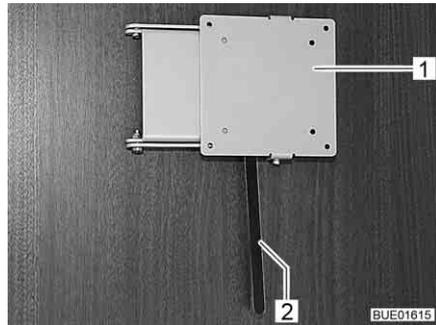

Bild 106 Halterung mit Entriegelungshebel
- Den Entriegelungshebel (Bild 106,2) zur Seite drücken und die Halterung (Bild 106,1) mit dem Flachbildschirm in die gewünschte Position drehen.
- Flachbildschirm zurückdrehen, bis die Halterung (Bild 106,1) in die Verriegelung einrastet.